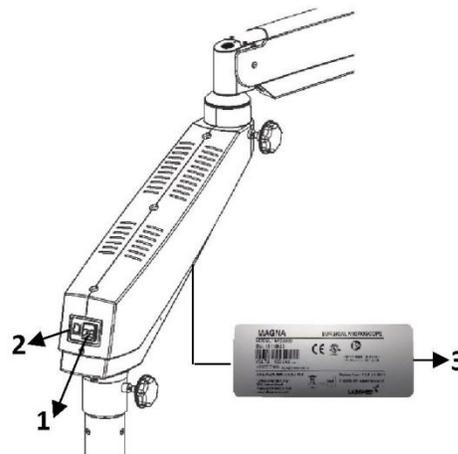

Fig. 11
Conecte el cable de alimentación al enchufe de entrada de CA (1) ubicado en la parte posterior del brazo giratorio como se muestra en la Fig. 11.
NOTA: La fuente de alimentación está diseñada con una entrada universal 100V-240V AC, 50/60Hz. Para enchufar la fuente de alimentación, siga las instrucciones de la etiqueta del producto (3) ubicada en la parte inferior del brazo como se muestra en la Fig. 11.
NOTA: Para conocer las clasificaciones del fusible utilizado en el microscopio, consulte la etiqueta que se muestra en la Fig. 11.